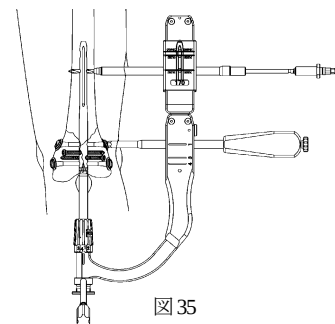

図 35
- 29) セレクターを選択したネイル長さに合わせ、骨幹部スリーブガイドの表示面が前方になるよう接続します。ディスタルスクリュー用ドリルスリーブを組み付けたディスタルスクリュー用スリーブを装着し、ドリルアダプタを装着したフルスレッドスクリュー用ドリルにてイメージインテンシファイヤー（X 線透視）で確認しながらドリリングします。（図 35）